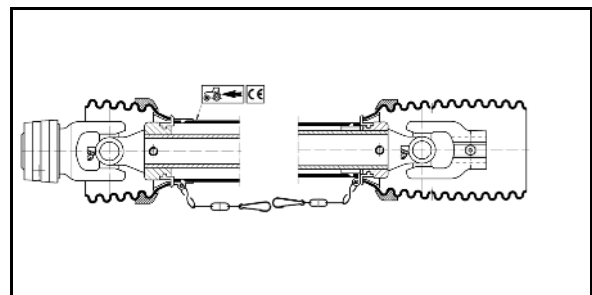

Bild 35
5. Placera kraftöverföringsaxeln i den därför avsedda hållaren (Bild 35/1).